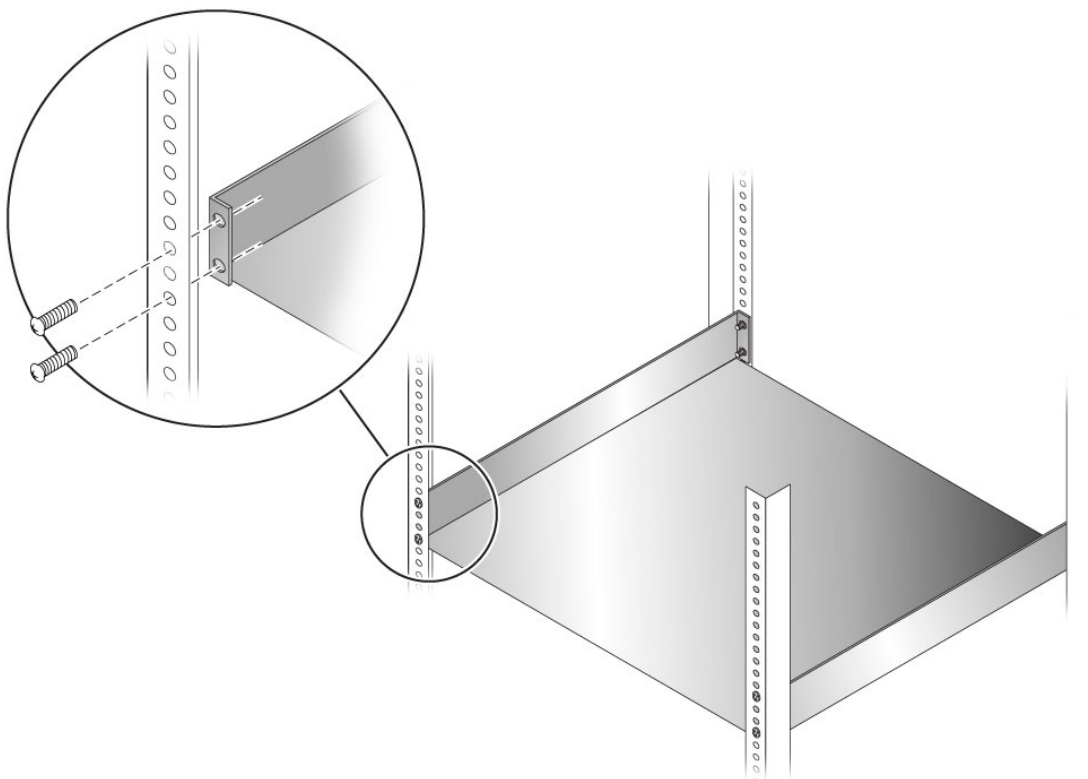

图 2-5 将机架装配托盘安装到机架中
4. 将机架装配托盘安装到预定位置，并用螺栓将其固定到机架的前面和后面（图 2-5）。